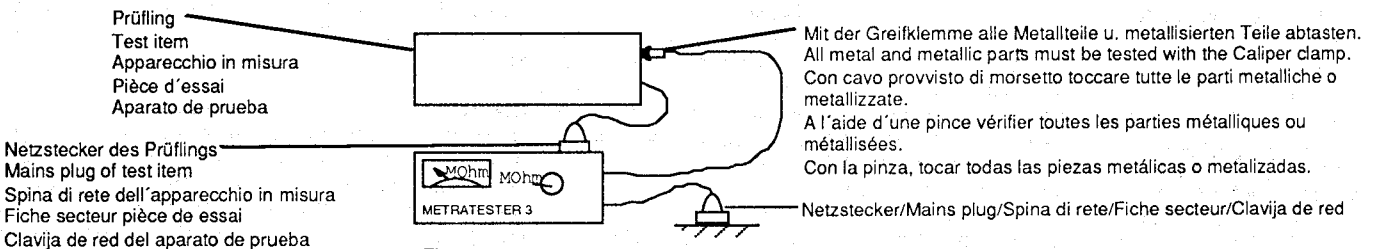

Fig. 1
**Observación:** En aparatos de la clase de protección II, condicionado por la construcción y por resistencias de descarga, el valor de medida de la resistencia de aislamiento puede ser superior a < 2 MΩ. En este caso es decisiva la medida de la corriente derivada (Fig.1).